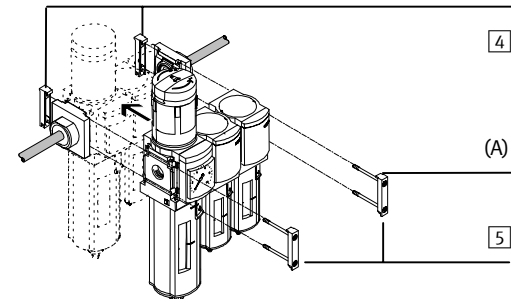

Fig. 1b
b) Montaggio (v. Fig. 1b)
3. Collocare un pannello frontale e uno posteriore 5 e 4 tra l'unità MS... e la sottobase su entrambi i lati (la copertura (A) del pannello frontale è rivolta verso l'alto).